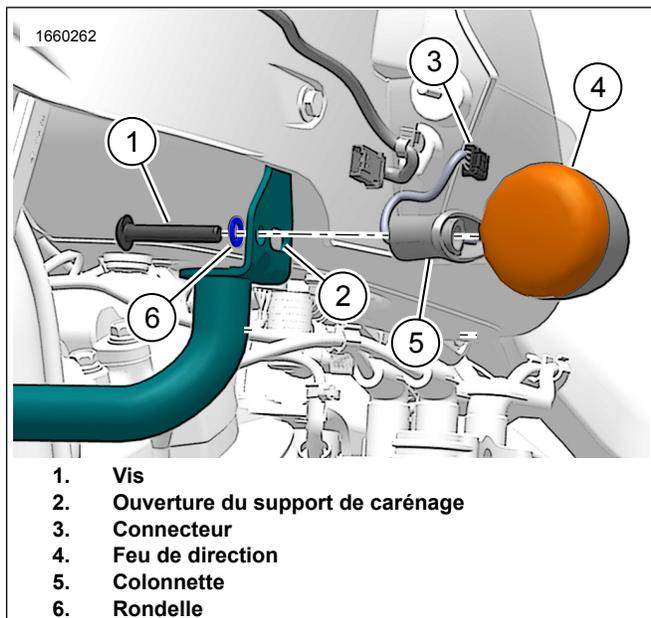

Figure 2. Ensemble feu de direction avant
- a. Voir la figure 2. Débrancher le connecteur (3).
- b. Retirer la vis (1) et la rondelle (6).
- c. Éliminer la rondelle (6).
- d. Retirer le feu de direction (4) et la pièce d'écartement (5).